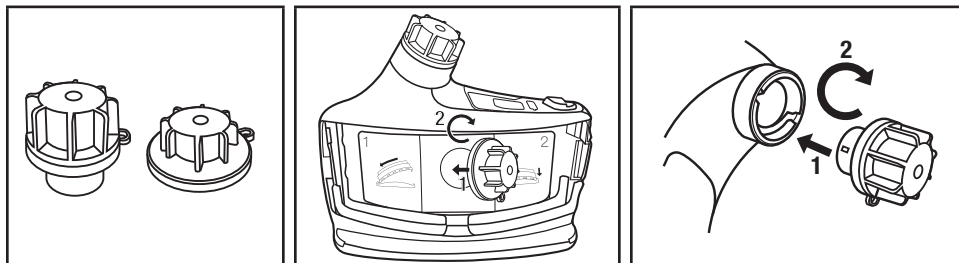

Fig. 18 – Fixando as capas de limpeza e de armazenamento do motor/ventilador
- Se uma limpeza adicional for necessária, remova o filtro/cartucho e a traquéia. Para reduzir a queda de material no motor/ventilador, retire o filtro/cartucho enquanto estiver virado para baixo. Introduza os pinos de limpeza e de armazenamento da entrada e saída de ar (Limpeza e Armazenamento do Kit TR-653 da 3M™) na TR-600 (veja a Fig. 18). **O TR-600 agora pode ser lavado em água corrente, imerso ou colocar em uma lavadora de respirador para posterior limpeza.** A temperatura da água não deve exceder os 122°F (50°C). As vedações do pino devem ser inspecionadas para ver se apresentam danos e desgaste antes de cada uso. As vedações apresentando desgaste ou danificadas devem ser repostas. Lavar a TR-600 Versaflo, com vedações danificadas, pode causar dano à TR-600 Versaflo e cancelar a garantia da mesma. Motorizados que tenham sido derrubados ou danificado não devem ser imerso ou colocado em uma máquina lavadora de respirador devido à potencial entrada de água. As vedações devem ser substituídas a cada 30 utilizações, ou anualmente, o que acontecer primeiro, para minimizar o uso de vedações com uso em excesso.